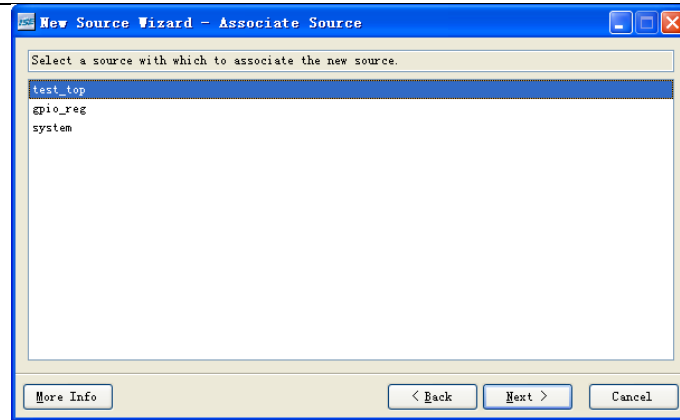

图 2.35 指定 Testbench 需要仿真的文件
- (1) 在 ISE 的 Project Navigator 中单击【Project】/【New Source】，在弹出的“Select Source Type”中选择“Testbench WaveForm”，输入文件名，单击【Next】。
- (2) 选定需要进行仿真的文件，如图 2.35 所示，单击【Next】按钮，然后单击【Finish】按钮。